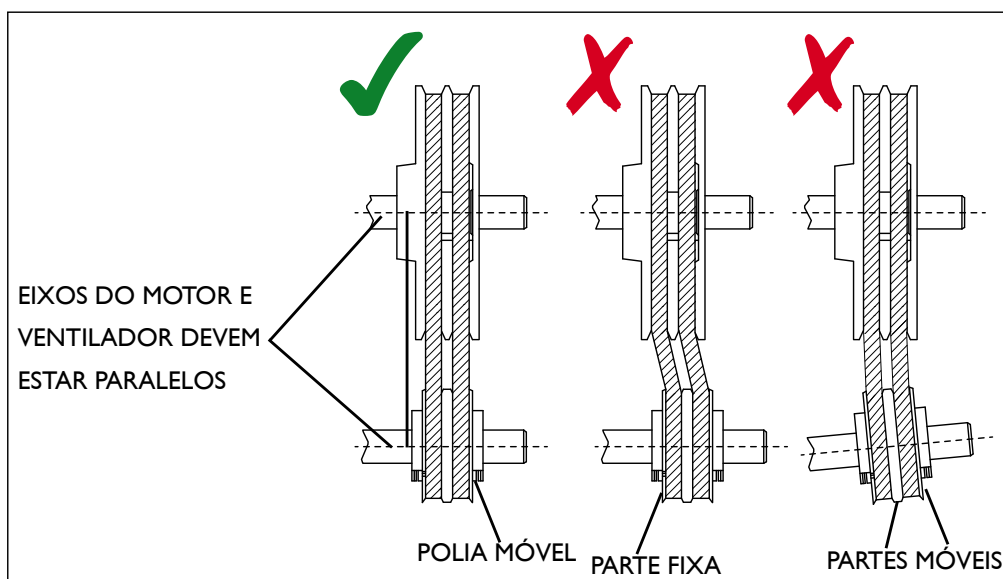

Figura 7 - Ajuste das polias
- (2º) Deslize-a ao longo do eixo, alinhando-a com a polia do motor. Verifique o paralelismo entre as polias. O centro das duas polias devem estar alinhados conforme mostrado na Figura 7.